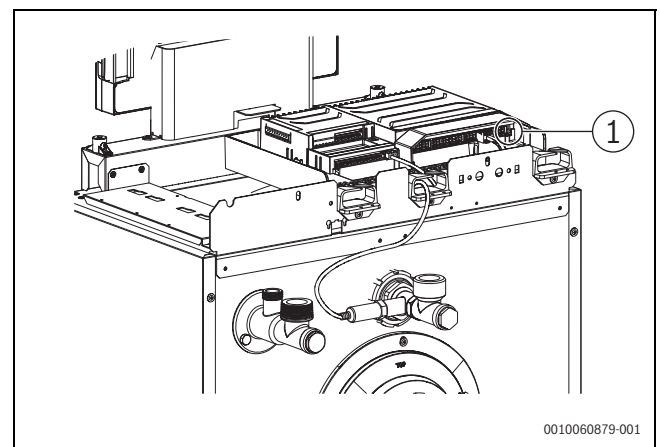

Bild 35 Netzanschluss herstellen
- ▶ Netzanschluss über die Klemme an IN - Netzeingang herstellen (→ Bild 35, [1]).